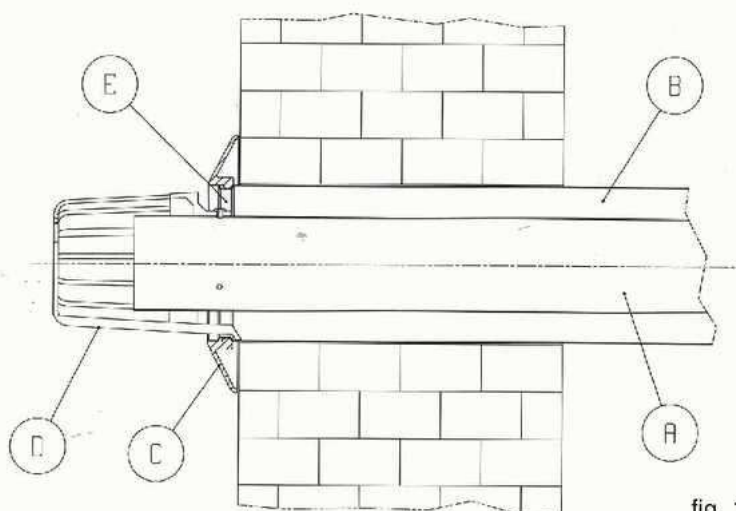

fig. 1
- Preparare i tubi tagliandoli alla lunghezza appropriata al tipo di installazione, quindi introdurre il tubo fumi nel tubo aria fino a raggiungere il fermo E (fig. 1) posto all'estremità della guaina. Se l'operazione è eseguita correttamente, la sporgenza del tubo fumi  $\varnothing$  60 rispetto al tubo aria  $\varnothing$  100, risulterà di 7,5 mm.
- allentare di qualche giro i dadi (A) di fissaggio del tegolo di propagazione (vedi fig.1);
- fissare il tegolo con la vite (C) contenuta nella confezione inserendola nel foro centrale;
- richiudere i dadi (A) precedentemente allentati;
- inserire le piastrine (B) contenute nella confezione sulle fessure del pettine in corrispondenza delle candele.